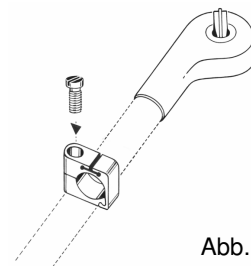

Abb. 5
2. Befestigungsschraube einsetzen (Abb. 5) und einschrauben. Schraube bitte noch nicht festziehen, Klemmbacken muß zum Ausrichten beweglich sein.